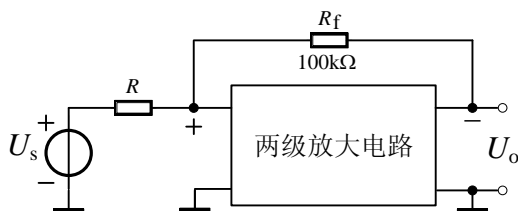

图 1 电压并联负反馈放大电路方框图
- （1）电压并联负反馈放大电路方框图如图 1 所示， R 模拟信号源的内阻； R_f 为反馈电阻。
在图 1 所示电路中，反馈电阻 R_f 的电流